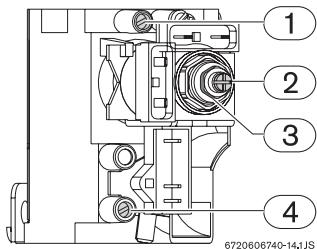

Fig. 3 Punti di controllo/regolazione gas
- ▶ Con una chiave di misura corrispondente, ruotare il dado (Fig. 3, pos. 3) Regolare la pressione fino a raggiungere i valori indicati nella tab. 1.
- ▶ Tenere fermo il dado (Fig. 3, pos. 3) con una chiave di misura corrispondente.
- ▶ Con un cacciavite **non magnetico** ruotare la vite (Fig. 3, pos. 2).